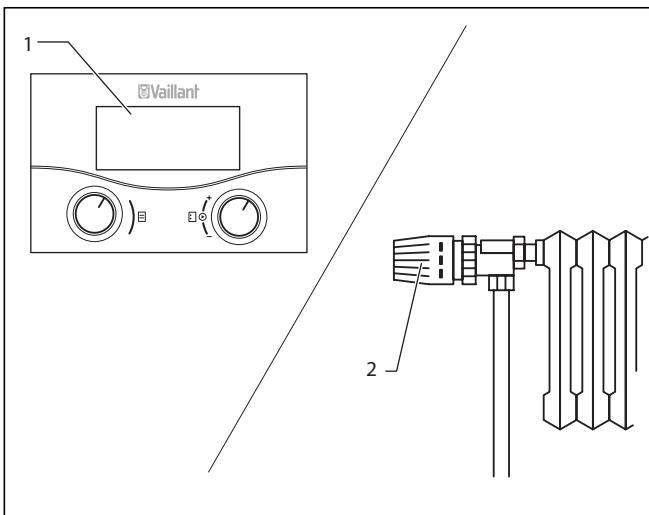

Fig. 6.10 Réglage du thermostat d'ambiance / du régulateur barométrique
- Réglez le thermostat d'ambiance, le régulateur barométrique (1) (Fig. 6.10), ainsi que les vannes thermostatisques de radiateur (2) (Fig. 6.10) conformément aux indications fournies dans les notices d'utilisation correspondantes de ces accessoires.